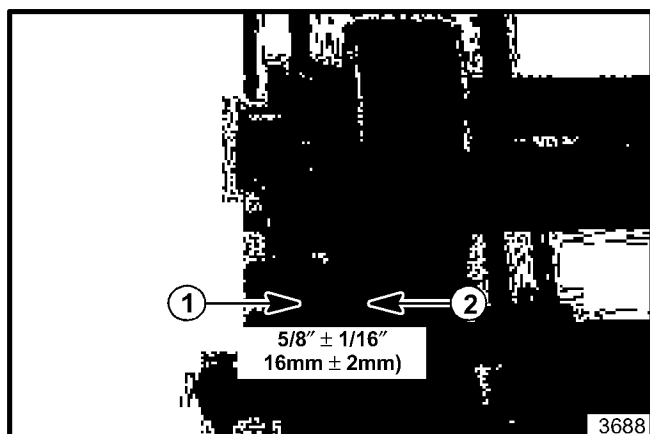

Figura 30. Alineamiento de la Polea de la Correa del Enrollador
13. Revise el alineamiento de la polea de la correa del enrollador (vea la figura 30). Si es necesario ajuste, suelte el tornillo prisionero de la polea y muévela hacia adentro o afuera del eje.